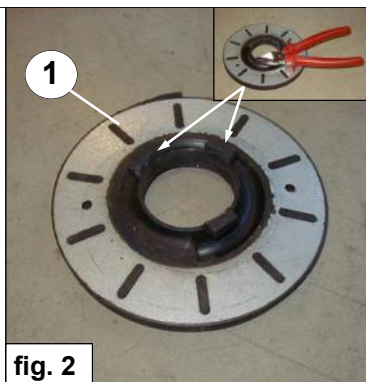

fig. 2
3. Knip de twee hoogste nokken van het originele veerrubber 1 af. Zie fig. 2.
3. Cut the two highest pieces of the original spring seat 1. See fig. 2.
3. Schneiden Sie die Zwei höchsten Nocken von dem originale Federteller 1. Siehe Fig. 2.
3. Découpez les deux butées supérieures du caoutchouc d'origine 1, voir fig. 2